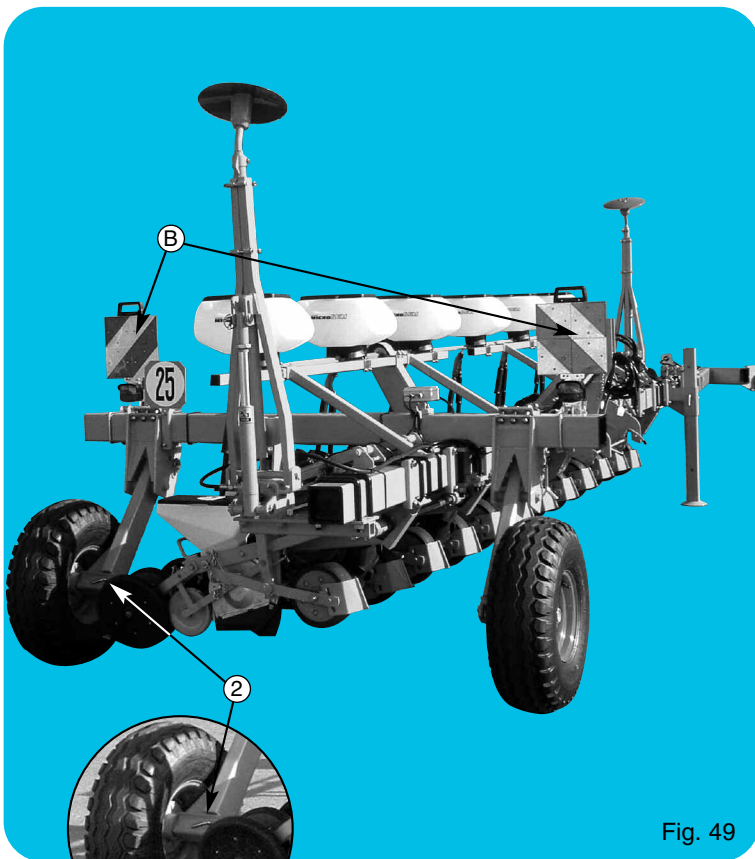

Fig. 49
- Positionner les 2 roues avec leurs moyeux dans les fourreaux (tubes carrés) des blocs roues et verrouiller avec les broches ② fig. 49.
- Positionner les plaques d'éclairage (B) fig. 49 dans leurs fourreaux.
- Position the 2 wheels with their hubs in the wheel units/sleeves (square tubes) and lock with pins ② fig. 49.
- Position lighting plates (B) fig. 49 in their sleeves.
- Die beiden Räder mit ihren Naben in die Hülßen (viereckige Röhren) der Radblöcke setzen und mit den Spindeln verriegeln ② Abb. 49.
- Die Beleuchtungssätze (B) Abb. 49 in ihren Hülßen positionieren.
- Posizionare le 2 ruote con i loro mozzi nei manicotti (tubi quadrati) dei blocchi ruote e bloccarli con le brocche ②. (fig. 49)
- Posizionare le placche di illuminazione (B) fig. 49 nei loro manicotti.